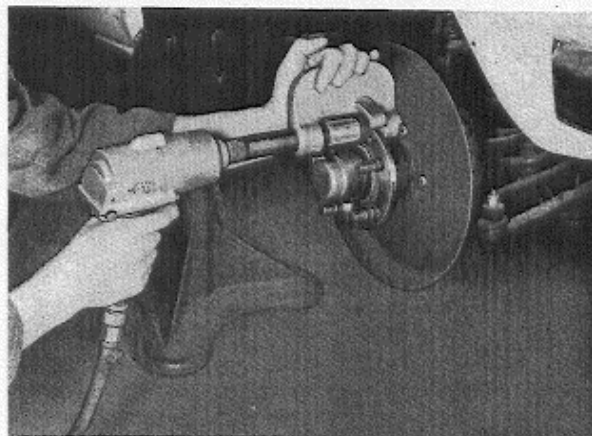

Abb. 19 Einbau des Radbolzens
6. Das Werkzeug wie auf Abb. 19 gezeigt anbringen und mit dem Schlagschrauber drehen, bis der Bolzen ganz eingepreßt ist.